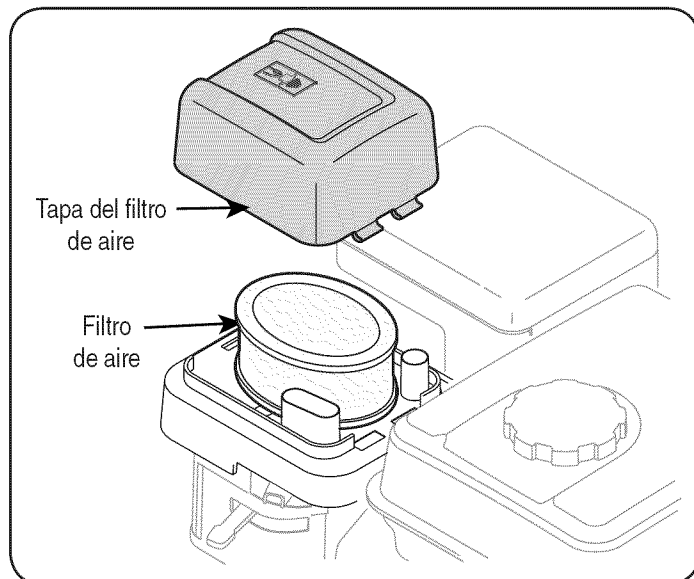

Figura 25
1. Oprima las pestañas ubicadas en la tapa del filtro de aire y levántela. Vea la Figura 25.